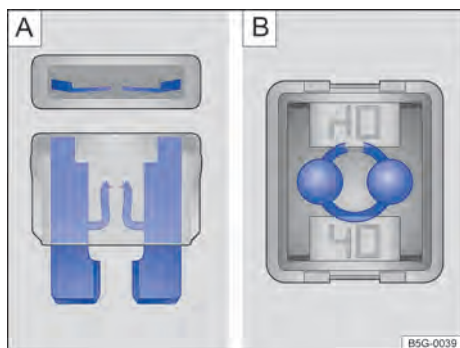

Fig. 143 Fusível queimado: **A)** fusível plano, **B)** fusível de bloqueio.
- Um *fusível plano* (ATO®, MINI®) queimado é reconhecido de cima ou de lado pela carcaça transparente nas faixas metálicas derretidas → **Fig. 143 A)**.
- Um *fusível de bloqueio* (JCASE®) queimado é reconhecido pelas faixas metálicas derretidas por cima da carcaça transparente → **Fig. 143 B)**.